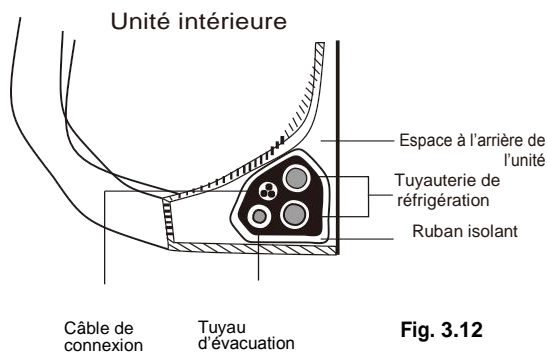

Fig. 3.12
- Regroupez les tuyaux de vidange et de réfrigérant et le câble de connexion conformément à la **Fig. 3.12**.